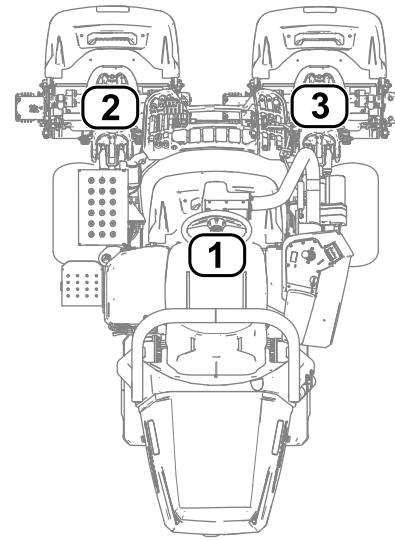

Bild 25
- **1** bezieht sich auf das mittlere Mähwerk (Bild 25)
- **2** bezieht sich auf das linke Mähwerk (Bild 25)
- **3** bezieht sich auf das rechte Mähwerk (Bild 25)